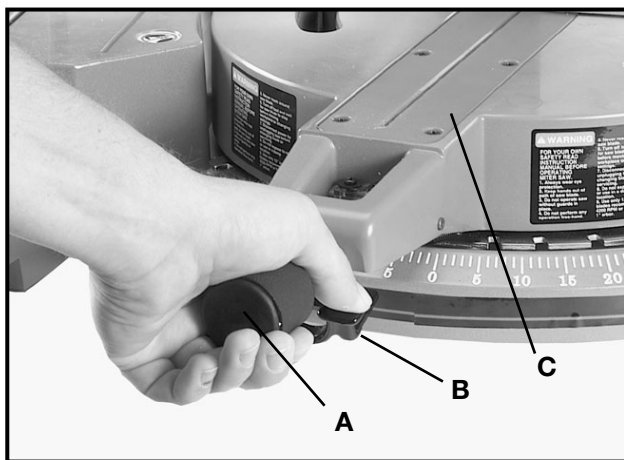

Fig. 6
1. Tournez la poignée de verrouillage (A) fig. 6 dans le sens antihoraire aussi loin que possible pour la déverrouiller. Appuyez sur le levier (B) et faites tourner la table (C) à la position de 0 degré pour une coupe perpendiculaire, relâchez ensuite le levier (B) et serrez la poignée de verrouillage.